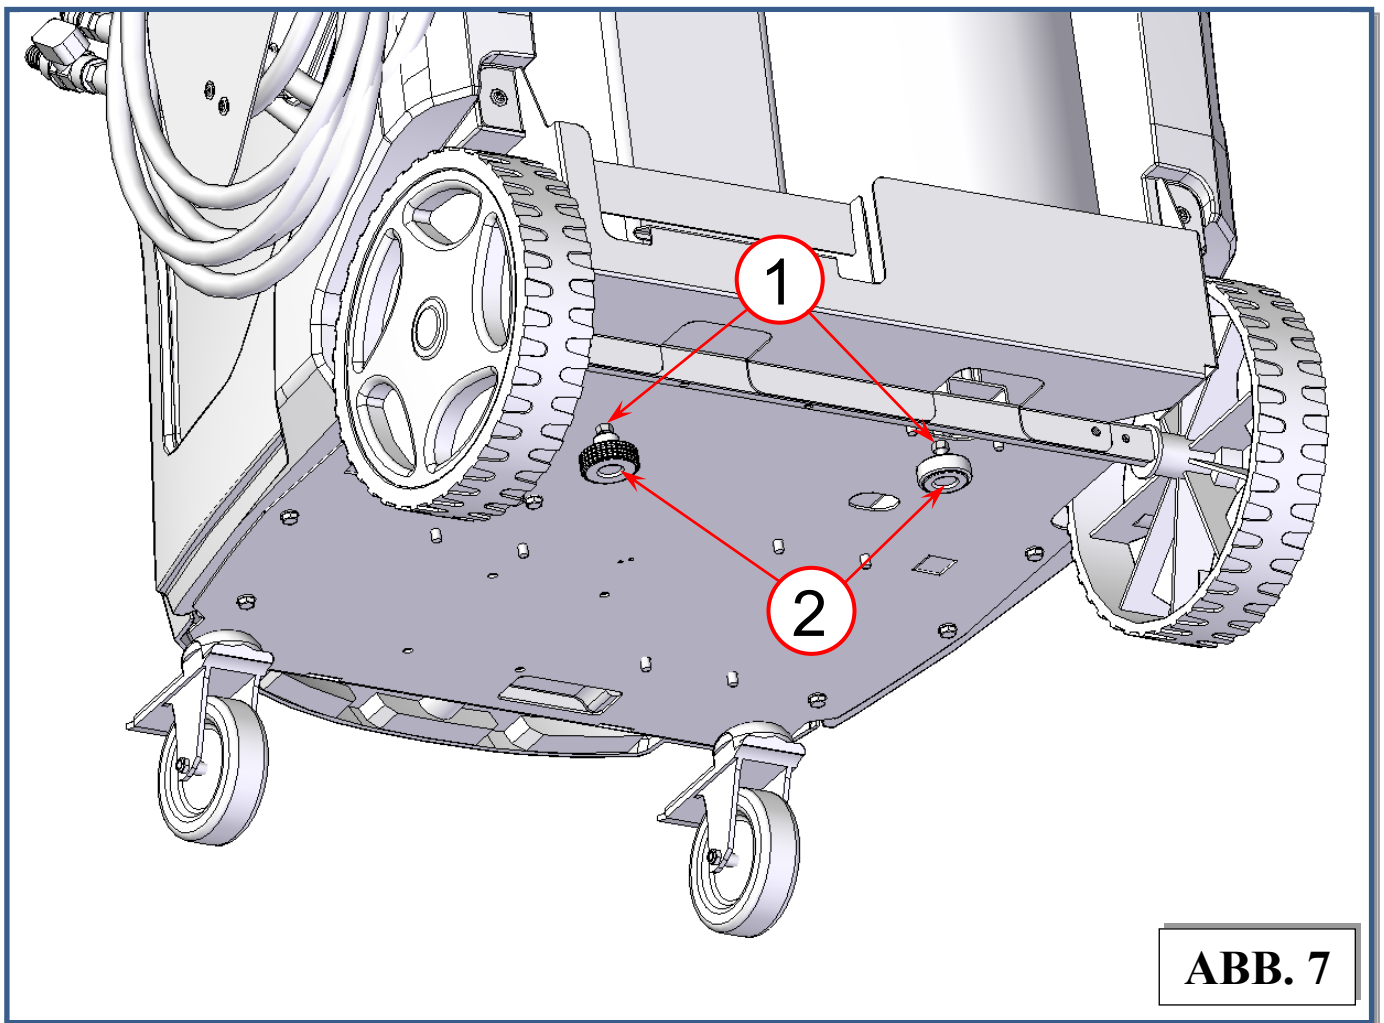

ABB. 7
1. Um die Schutzvorrichtungen unter der Ölwaage zu entfernen, muss die Sicherungsmutter gelöst werden (Ref. 1, Abb. 7), der Knopf (Ref. 2, Abb. 7) muss abgeschraubt, entfernt und an einem sicheren Ort aufbewahrt werden.
2. Den Knopf (Ref. 2, Abb. 7) solange festschrauben, bis das Display NULL anzeigt. Die Mutter anziehen (Ref.1, Abb.7)